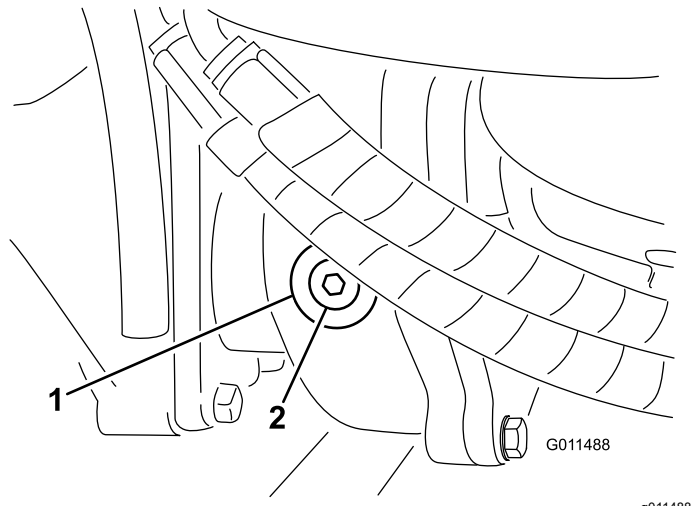

Figura 71
2. Retire el tapón de verificación/llenado del lado izquierdo de la caja de engranajes y asegúrese de que el lubricante llega al borde inferior del orificio (Figura 71).